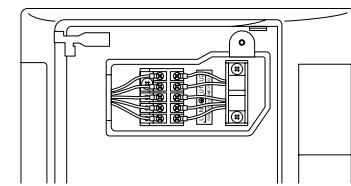

Fig. 3-22
- (4) Enrute el cableado entre unidades desde la parte posterior de la unidad inferior y tire de él hacia la parte delantera para efectuar la conexión. (Fig. 3-22)